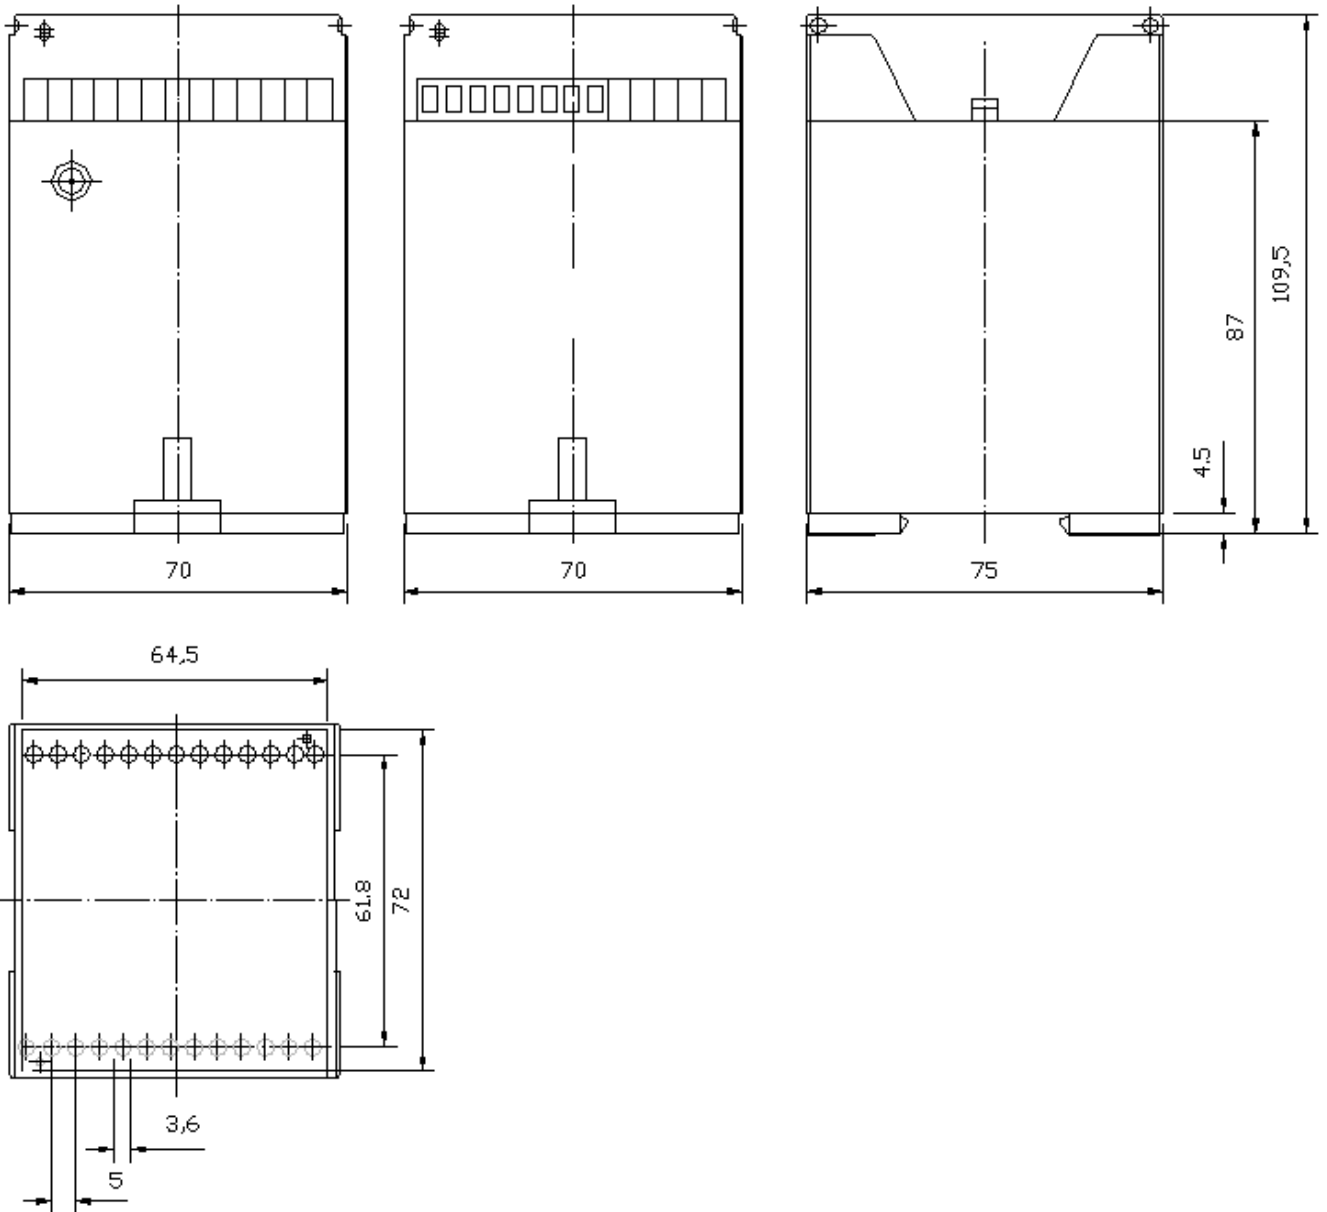

Рисунок 1. Габаритные и установочные размеры. Исполнение ЭНКС-2-1.1.1, ЭНКС-2-2.1.1
- ЭНКС-2-1.1.1, ЭНКС-2-2.1.1 размещается на DIN-рельсе 35 мм, IP40 - габаритные размеры – рисунок 1.